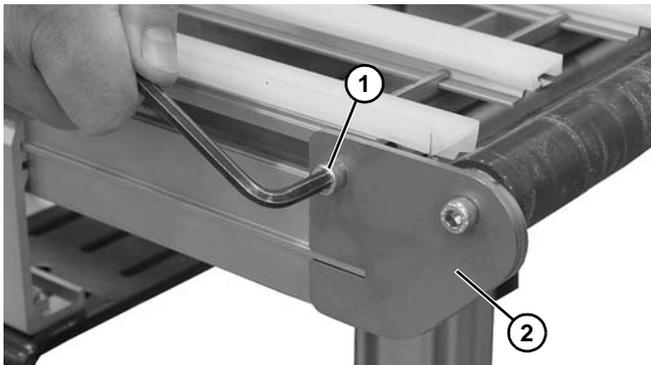

Abbildung 58
1. Auf beiden Seiten des Förderbands die Befestigungsschraube (**Abbildung 58, Teil 1**) abnehmen.
2. Bandradseite (**Abbildung 58, Teil 2**) vom Förderband abnehmen.